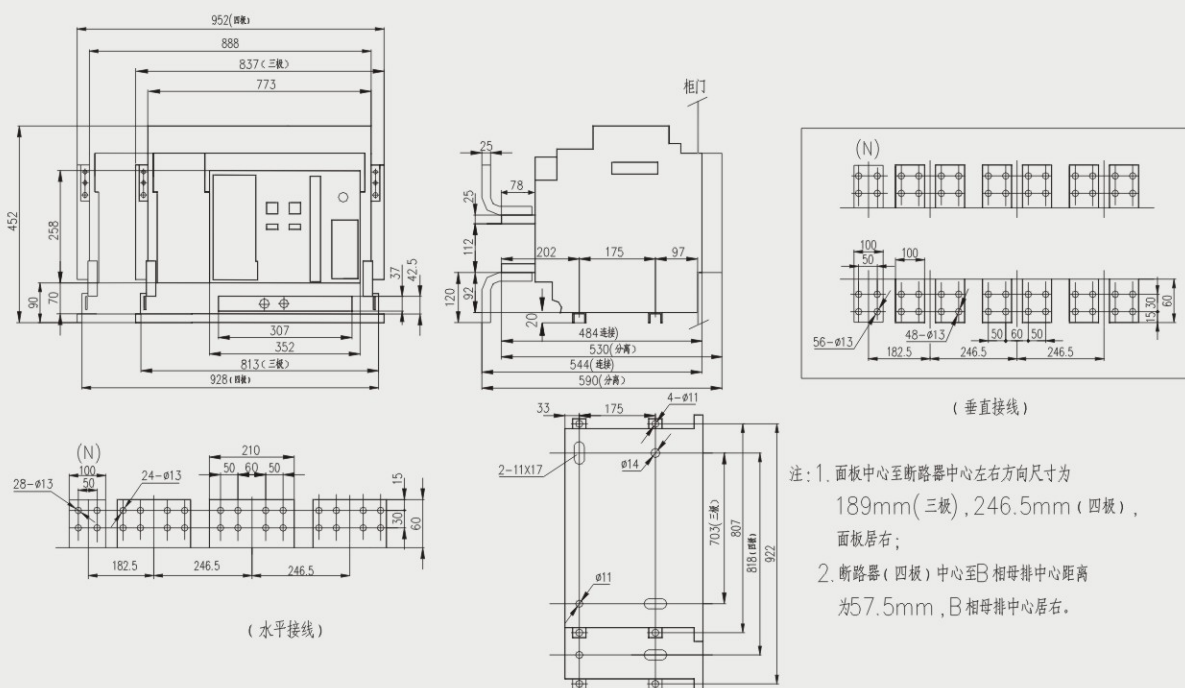

图18 抽屉式断路器安装尺寸及外形尺寸 (HSW1-6300、6300/4 In=4000、5000)
6.6 HSW1-6300断路器安装尺寸，外形尺寸见图18、19、20